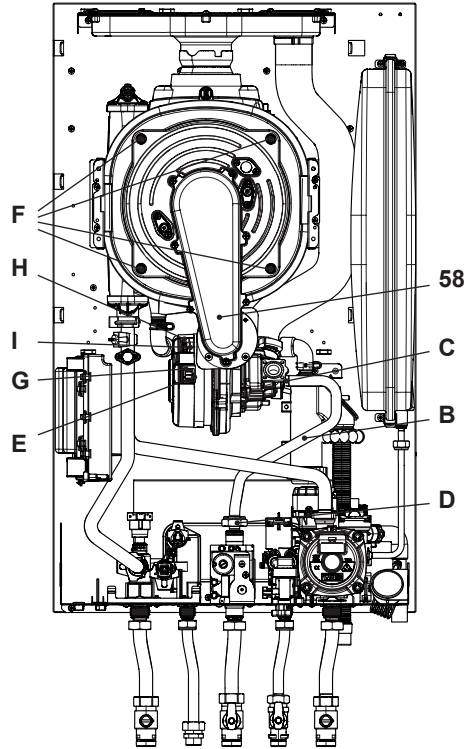

Figura 9.8
Rimozione del gruppo bruciatore ventilatore 58 in Figura 9.8.
- Inserire un cacciavite piano nella rientranza E del connettore G e fare leva verso il basso, contemporaneamente scollegare il connettore G tirandolo frontalmente (Figura 9.8).
nella parte sottostante del connettore (Figura 9.8).
- Svitare i dadi F e rimuovere il gruppo bruciatore ventilatore 58 (Figura 9.8)